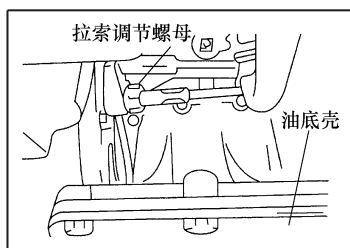

图 2-38 调节离合器
2) 按图 2-38 所示，通过旋转拉索调节螺母来调节踏板自由行程。